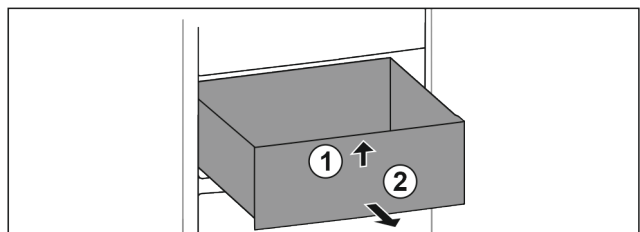

Fig. 75
- ▶ Levante el cajón por delante. Fig. 75 (1)
- ▶ Extraiga el cajón hacia delante. Fig. 75 (2)